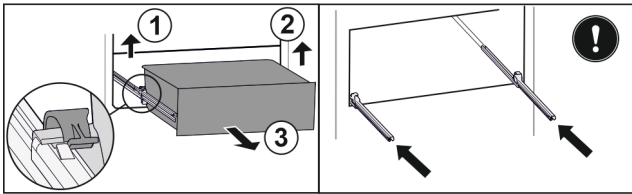

Fig. 80
- ▶ Linke Klemme anheben und gleichzeitig Schubfach links nach vorne ziehen. Fig. 80 (1)
- ▶ Rechte Klemme anheben und gleichzeitig Schubfach rechts nach vorne ziehen. Fig. 80 (2)
- ▶ Schubfach nach vorne entnehmen. Fig. 80 (3)